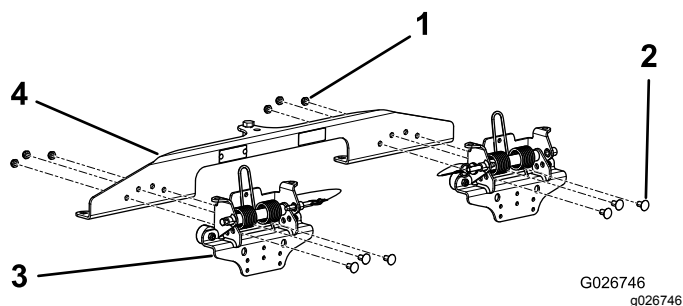

Рисунок 2
1. Совместите отверстия в каждом из пружинных кронштейнов с отверстиями в кронштейне зубчатой бороны, как показано на Рисунок 2.
2. Прикрепите узлы пружинных кронштейнов к кронштейну зубчатой бороны, используя 6 болтов и 6 контргаек (Рисунок 2).